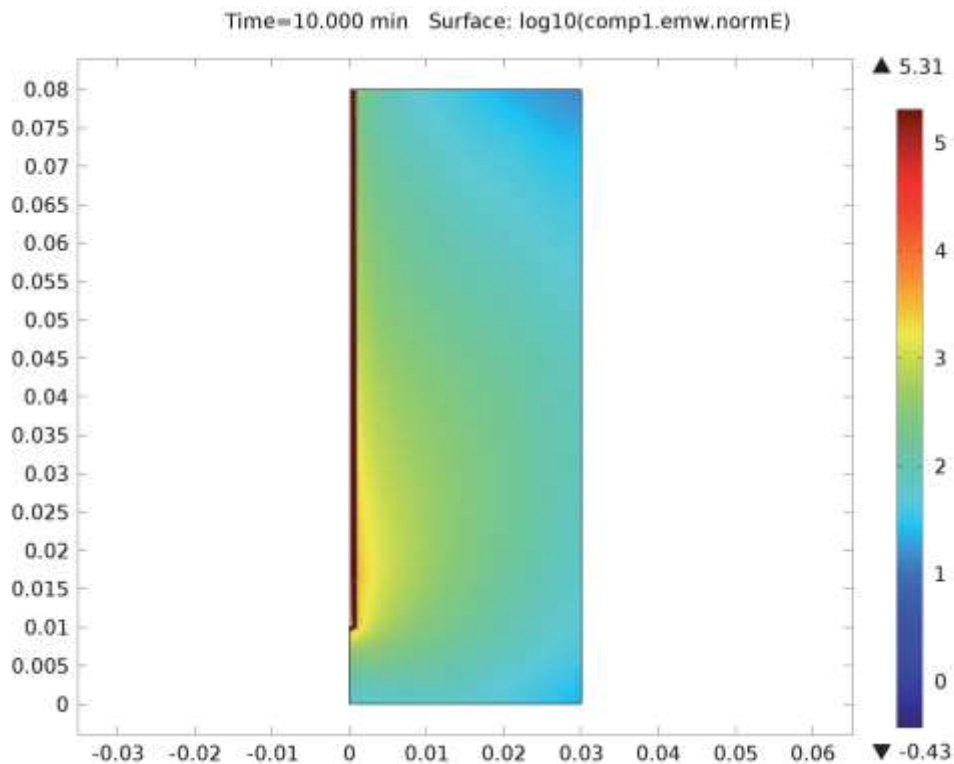

Рис. 12.37. Напряженность электрического поля в объеме печени
3. В поле **Expression**, напечатайте **log10(comp1.emw.normE)**. На рис. 12.37 можно видеть логарифм напряженности электрического поля в БО.